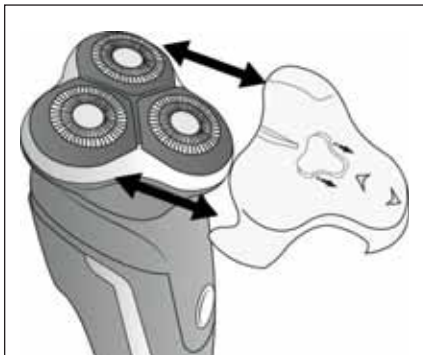

Fig. 1
- ◆ Quando non si utilizza il rasoio, applicare il cappuccio di protezione ❶.
- ◆  Staccare il cappuccio di protezione ❶ sfilandolo verso il basso dall'unità di taglio ❷ (vedere fig. 1).